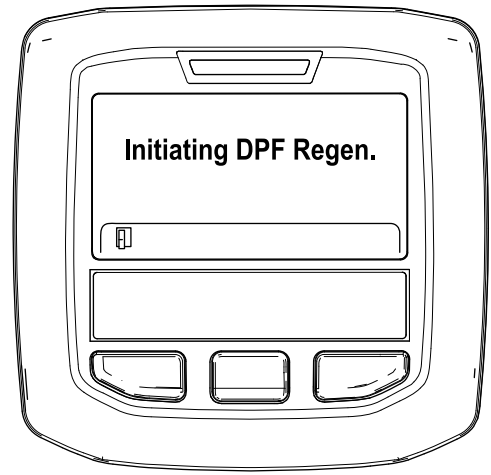

Bild 46
- A. Die Meldung „Initiating DPF Regen.“ wird angezeigt (Bild 46).